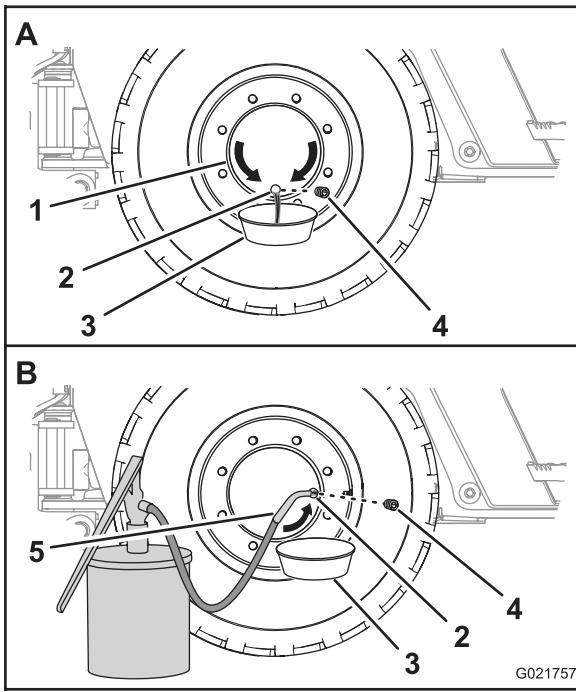

Рисунок 65
1. Переместите машину вперед или назад так, чтобы пробка маслозаливного отверстия ступицы колеса находилась в положении на «6 часов» (Рисунок 65).
2. Подставьте сливной поддон под сливное отверстие ступицы колеса (Рисунок 65).
3. Отверните пробку и слейте масло из планетарного редуктора (Рисунок 65).
5. Переместите машину вперед или назад так, чтобы пробка ступицы колеса находилась в положении на «3 часа» или «9 часов» (Рисунок 65).